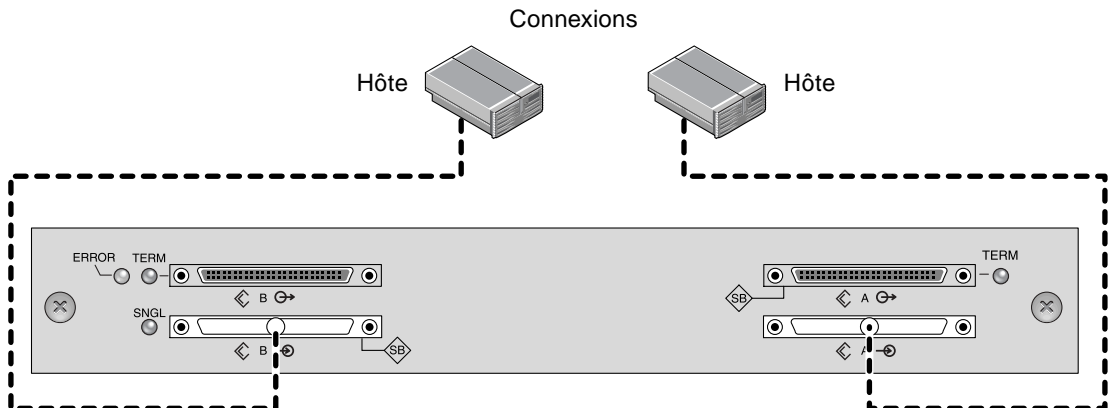

FIGURE B-3 Configuration JBOD à un initiateur, double bus
La FIGURE B-3 présente un JBOD double bus avec deux connexions hôtes, une connexion hôte à chaque canal (mode à un initiateur). Il s'agit d'une méthode efficace pour fournir la capacité de mise en miroir pour un seul hôte.
1. **Connectez chaque port JBOD à un hôte comme le montre la** FIGURE B-3.